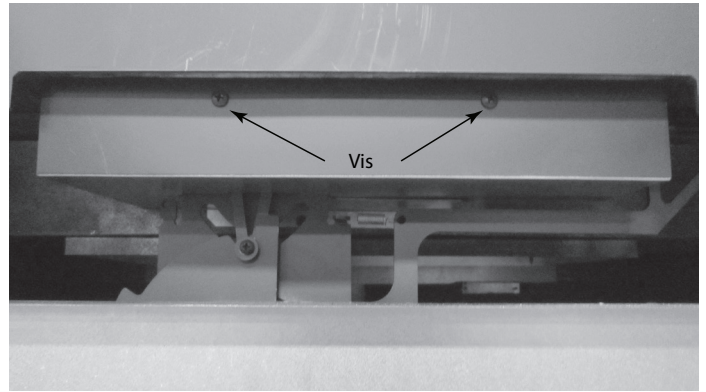
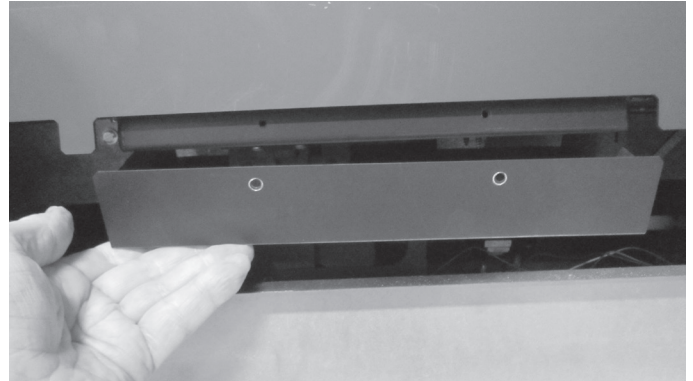

Figure 4.26 Couvercle de la chambre de distribution
Figure 4.27 Retrait du couvercle de la chambre à air
- Réinstallez le couvercle de la chambre à air. Voir la figure 4.26.
- Retirez les deux (2) vis dans le couvercle. Voir la figure 4.26 et tirez-la vers le bas et en dehors. Voir la figure 4.27.